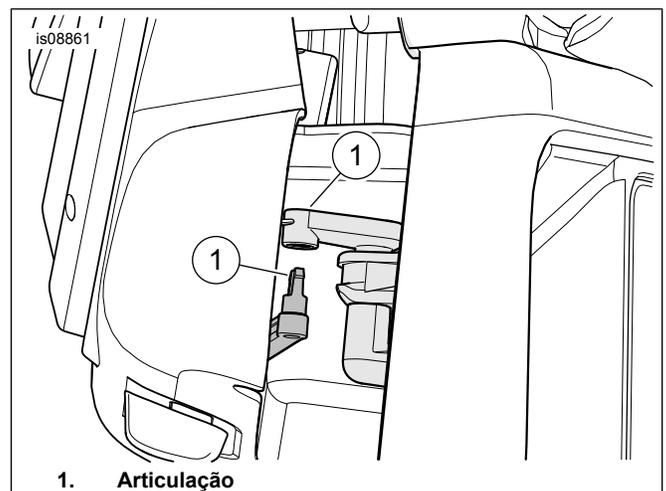

Figura 7. Conecte a articulação
7. Consulte Figura 7. Posicione o conjunto da caixa. Conecte a articulação.